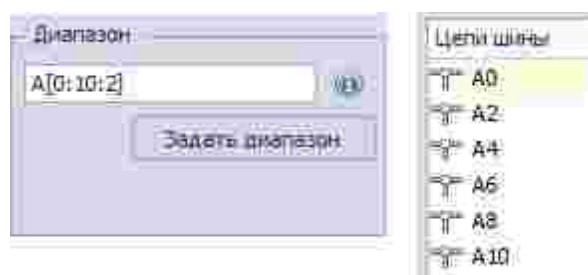

Рис. 161 Добавление диапазона - префикс, диапазон и шаг диапазона (ввод суффикса также допускается)
- с шагом ввода диапазона – Prefix[Min:Max:N], где N – целое число, которое меньше или равно Max, см. Рис. 161.